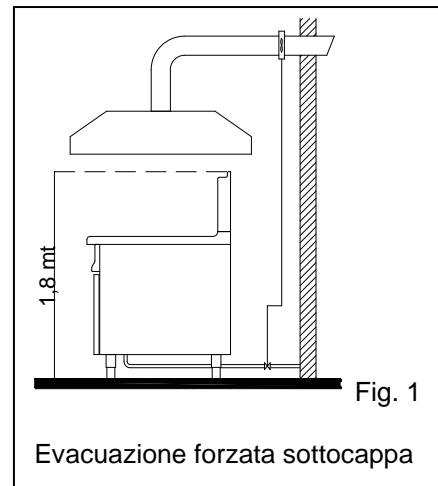

Fig. 1
**Evacuazione forzata sotto cappa.** Nel caso di installazione sotto cappa, la parte terminale del condotto di scarico dell'apparecchio deve trovarsi ad almeno 1,8 mt. dalla superficie di appoggio dell'apparecchio (terra), la sezione di sbocco dei condotti di scarico dei prodotti della combustione deve essere disposta entro il perimetro di base della cappa stessa (Fig. 1). L'alimentazione del gas all'apparecchio deve essere direttamente asservita al sistema di evacuazione forzata, e deve interrompersi nel caso che la portata di questo scenda sotto i valori prescritti dalla norma di installazione. La riammissione del gas all'apparecchio deve potersi fare solo manualmente.